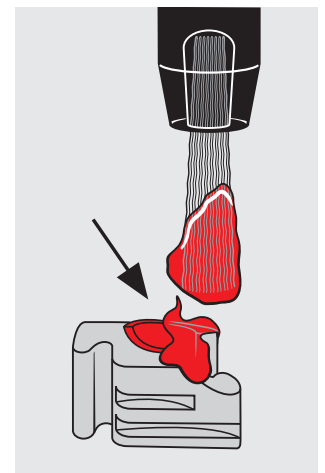

Fig. 2
4. Isolare con vaselina la parte interna della femmina Tuning Mini-SG® (fig. 2) per evitare che la resina possa penetrarvi.
Tuning Mini-SG® (fig. 2) per evitare che la resina possa penetrarvi.